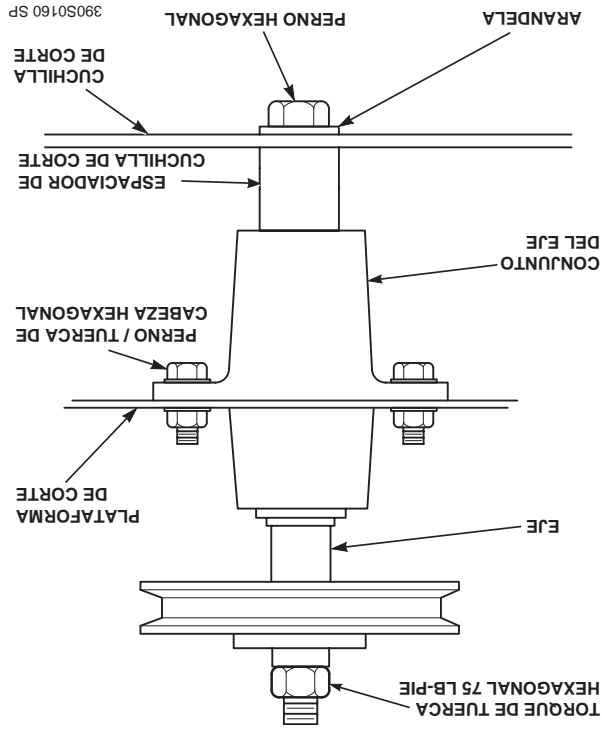

Figura 7-9 Reemplazo de la cuchilla
3. Asegure las cuchillas de corte para evitar que giren, (Use la herramienta opcional Blade Buddy, N/P 9212, para ayudarlo a asegurar las cuchillas de corte) y quite la tuerca del perno de fijación de la cuchilla. Quite la cuchilla de corte, el perno y el espaciador del eje. (Figura 7-9).
6. Instale la tuerca hexagonal en el perno de la cuchilla en la parte superior del eje de corte. Evite el giro de las cuchillas con un apriete de 75 lbs-pie. (Vea la Figura 7-9).